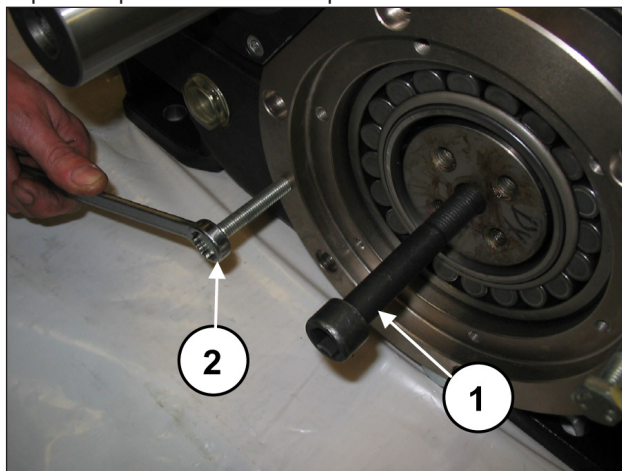
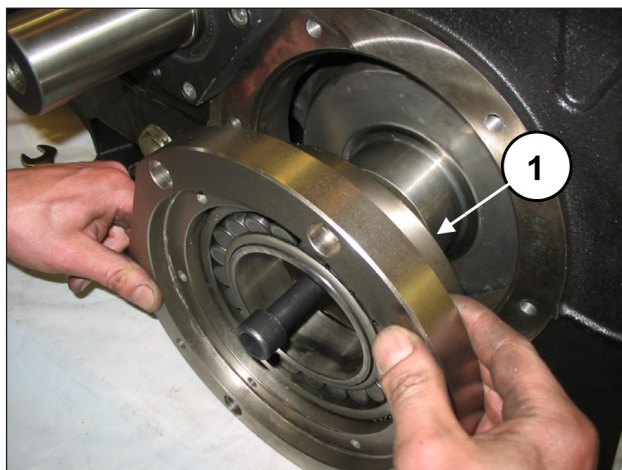

Fig. 23
Fig. 24
Aplicar un perno roscado M16 en un extremo del eje acodado (pos. ①, Fig. 23) y, manteniéndolo levantado, extraer la tapa portacojinetes junto con la junta tóricas (pos. ①, Fig. 24). Para facilitar el desmontaje, utilizar 2 tornillos prisioneros o tornillos M10 (pos. ②, Fig. 23) como extractores. Repetir la operación en el lado opuesto.